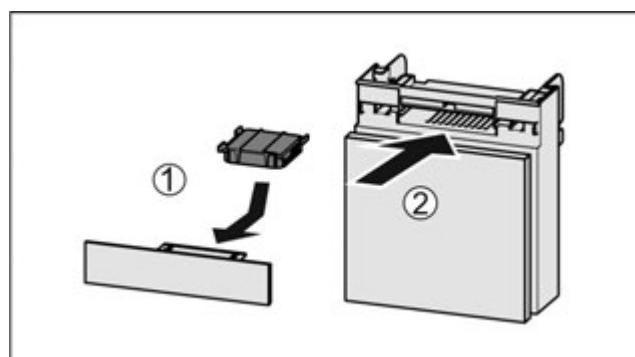

Fig. 87
- Вставити фільтр з активованого вугілля за малюнком Fig. 87 (1).
- Вставити відділення Fig. 87 (2).